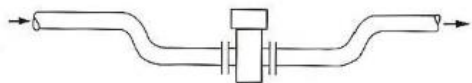
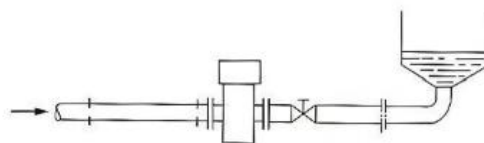
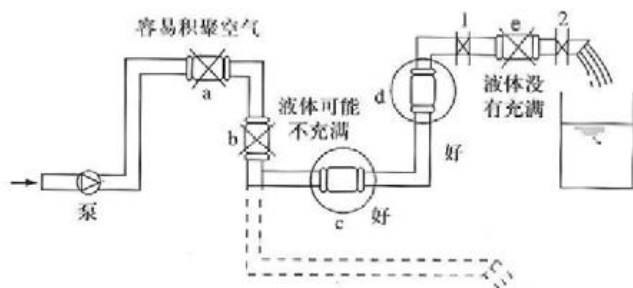

图1 传感器低于管道的安装
图2 传感器下游的安有背压的安装
图3 传感器安装位置
- (1) 传感器可在垂直管道、水平管道或倾斜管道上安装，但要求二电极的中心连线处于水平状态。
- (2) 电磁流量计工作时，始终要求测量管内充满被测介质。水平安装时，为了确保这一点，必要时传感器安装位置的标高可以略低于管道的标高，如图1，或使传感器的下游具有足够的背压，如图2。推荐的安装位置如图3中c、d所示。